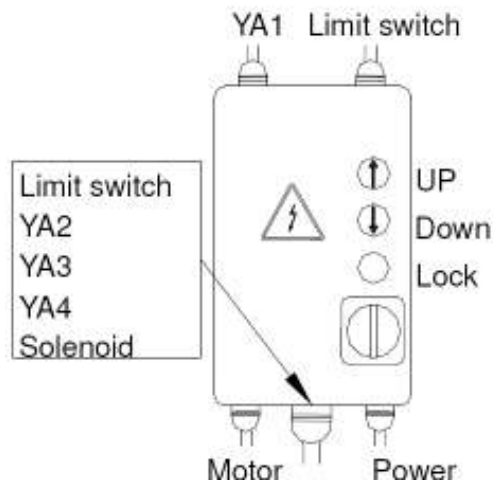

Fig.40 Abb.40
2. Die Hydraulikeinheit mittels eines Schlauchs mit dem Kreislauf verbinden (Abb. 40).
2)Connettere l'alimentazione e il sistema di controllo alla morsetteria sul quadro di controllo (fig.40) inserendo il cavo nella struttura passando per il foro predisposto e seguendo lo schema del cablaggio a pagina 13.
3)Chiudere il coperchio del quadro elettrico, ruotare l'interruttore principale nella posizione 1, premere il pulsante di sollevamento (fig.40); il verso di rotazione del motore dovrebbe essere quello mostrato dalla freccia sulla pompa.
2) Connect the power and control system to the terminal strip on the control box(Fig.40), inserting the cable into the rack passing through the prepared hole and following the wiring diagram on pages 13.
3) Close the cover of the electric box, turn the main switch to position 1, press the up push button (Fig.40) ,The motor rotation wise should be the one shown by the arrow on the pump
2) Brancher l'alimentation et le système de contrôle au bornier du tableau de contrôle (Fig. 40), en introduisant le câble dans la structure en le faisant passer par le trou prévu à cet effet en suivant le schéma du câblage de la page 13.
3) Fermer le couvercle du tableau électrique, placer l'interrupteur principal sur la position 1, appuyer sur le bouton de levage (Fig. 40) ; le sens de rotation du moteur doit correspondre à celui indiqué par la flèche présente sur la pompe.
2) Die Stromversorgung und das Kontrollsystem an das Klemmenbrett der Steuertafel anschließen (Abb. 40), indem das Kabel in durch den entsprechenden Kabeldurchgang in die Struktur eingeführt wird. Dabei den Verkabelungsplan auf Seite 13 befolgen.
3) Die Abdeckung des Schaltschranks schließen, den Hauptschalter auf 1 drehen, die Hebetaste drücken (Abb. 40); die Drehrichtung des Motors muss mit der durch den Pfeil auf der Pumpe angezeigten Richtung übereinstimmen.
2) Conectar la alimentación y el sistema de control al tablero de bornes en el tablero de control (fig. 40) introduciendo el cable en la estructura pasando por el orificio ya predispuesto y siguiendo el esquema de cableado de la página 13.
3) Cerrar la tapa del tablero eléctrico, girar el interruptor principal a la posición 1, presionar el pulsador de elevación (fig. 40); el sentido de rotación del motor deberá ser el que muestra la flecha en la bomba.